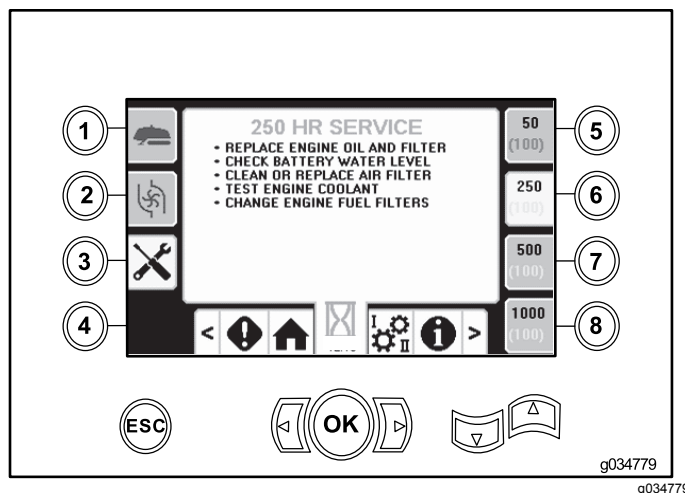

Figure 44
- Bouton 6 – calendrier d'entretien à 250 heures (Figure 44)